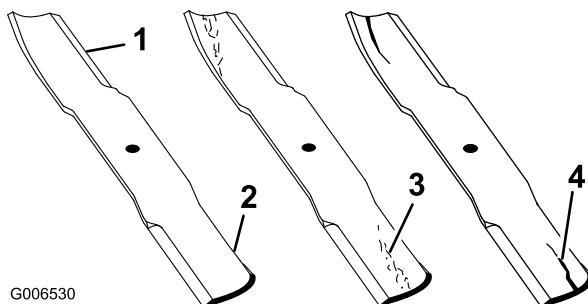

Figura 84
- Inspecione as extremidades de corte (Figura 84). Se as extremidades não estiverem afiadas ou estiverem amolgadas retire e afie as lâminas. Consulte (página).
- Inspecione as lâminas, especialmente a área curva (Figura 84). Se verificar quaisquer danos, desgaste, ou a formação de ranhuras nesta área (Figura 84), instale imediatamente uma lâmina nova.